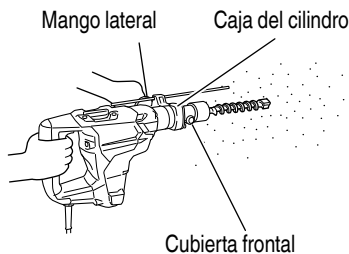

Fig. 4
1. Taladrar orificios (Fig. 4)